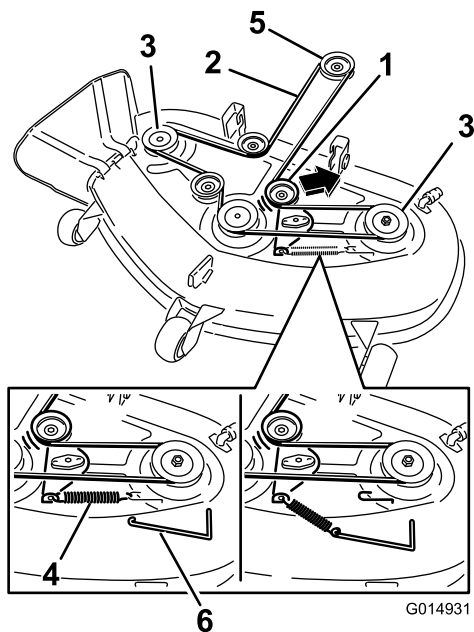

Figure 75
6. À l'aide d'un outil de dépose de ressort (réf. Toro 92-5771), décrochez le ressort du crochet sur le plateau pour détendre la poulie de tension et déchaussez la courroie des poulies (Figure 74 et Figure 75).
- Acheminez la courroie neuve autour des poulies du moteur et du plateau de coupe (Figure 75).
- À l'aide d'un outil de dépose de ressort, accrochez le ressort à l'ergot sur le plateau pour tendre la poulie de tension et la courroie de plateau de coupe (Figure 74 et Figure 75).